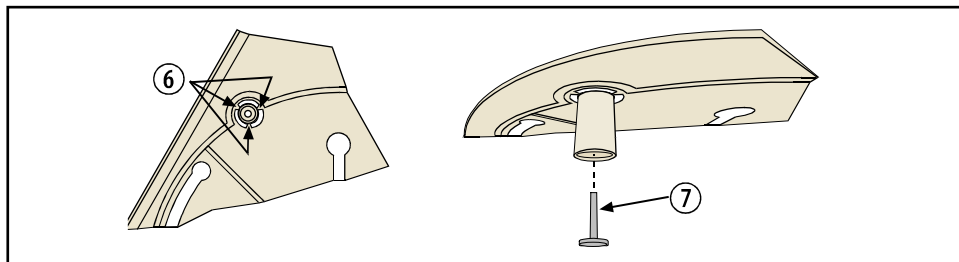

Рис. 3.4. Защита от несанкционированного снятия с потолка
- Если необходима защита потолка от несанкционированного вскрытия, ослабьте контакт несанкционированного вскрытия устройства, срезав 3 фиксатора (6), и прикрепите контакт к потолку с помощью винта № 8 (7). См. рис. 3.4. Защита потолка от несанкционированного вскрытия.